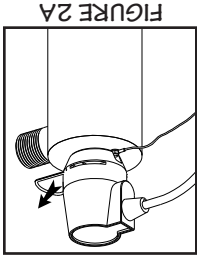

FIGURE 2A
2. Interrompre l'alimentation électrique et laisser le processus de mise hors-tension s'exécuter pendant 30 secondes. Enlever le connecteur en retirant la bague métallique de retenue (Figure 2A) de la chambre du réacteur. Enlever le connecteur et retirer la lampe de la chambre du réacteur. Lorsque la lampe devient visible, séparer la lampe du connecteur (Figure 2B). Il suffit de séparer les deux composants – ne pas effectuer un mouvement de torsion entre la lampe et le connecteur. Éviter de toucher la surface de verre de la lampe. Il est acceptable de manipuler la lampe par les extrémités de céramique; cependant, s'il est nécessaire de toucher le tube de verre, porter des gants ou utiliser un linge doux. Retirer complètement la lampe de la chambre du réacteur; en veillant à ne pas incliner la lampe par rapport au réacteur, si la lampe est inclinée, une pression est exercée à l'intérieur du manchon de quartz, et ceci provoquera le bris du manchon.